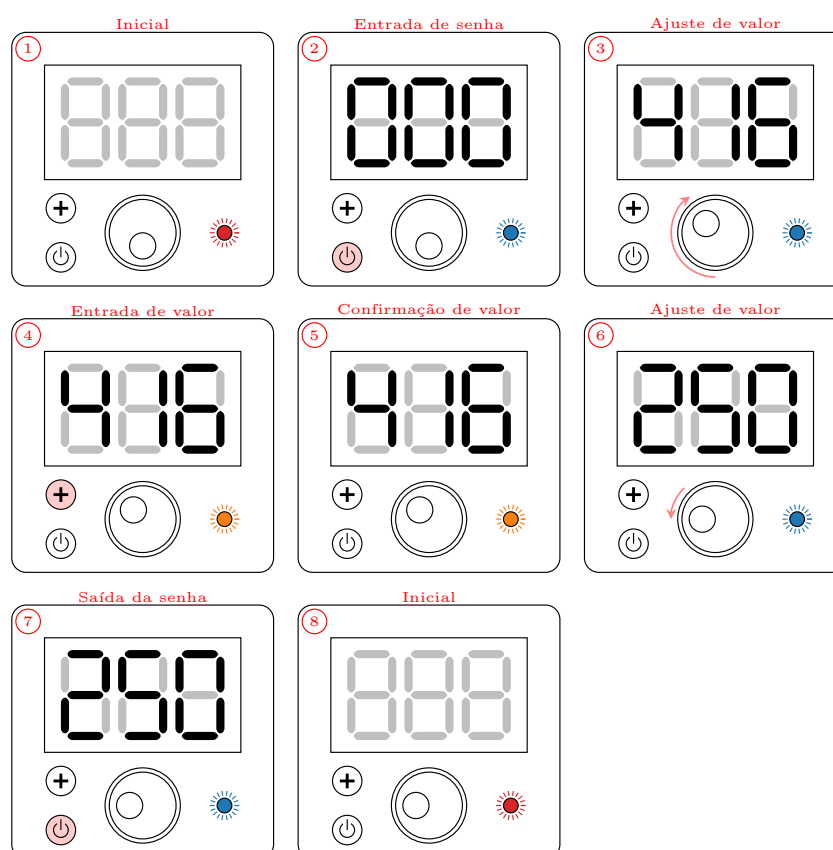

Figura 4: Infográfico da falha da abertura do cofre por cancelamento na introdução da senha
O infográfico da Figura 4 apresenta o detalhamento do procedimento de cancelamento de abertura do cofre. Estando na tela inicial (1), o usuário deverá pressionar o botão de inicializar o processo (2), para que os displays apresentem o valor indicado pelo potenciômetro e o led RGB mude para a cor azul indicando que o cofre está pronto para receber a senha. Em seguida, o usuário deverá ajustar o valor desejado através da manipulação do potenciômetro (3). Estando o potenciômetro no valor adequado, o usuário deverá pressionar o botão de adicionar valor (4), o que resultará na alteração da cor do led RGB para laranja indicando que o valor adicionado foi registrado. O led permanecerá na cor laranja por 0,5 segundos (5) e, após transcorrido esse tempo, automaticamente o led RGB retornará para a cor azul. O usuário poderá ajustar um outro valor qualquer (6), porém se o usuário desistir de realizar a abertura do cofre, basta, estando o led RGB na cor azul, o usuário pressionar o botão de cancelamento (7), o que retornará o cofre para o seu estado inicial com os displays apagados e o led RGB na cor vermelha indicando que a trava do cofre permanece fechada.